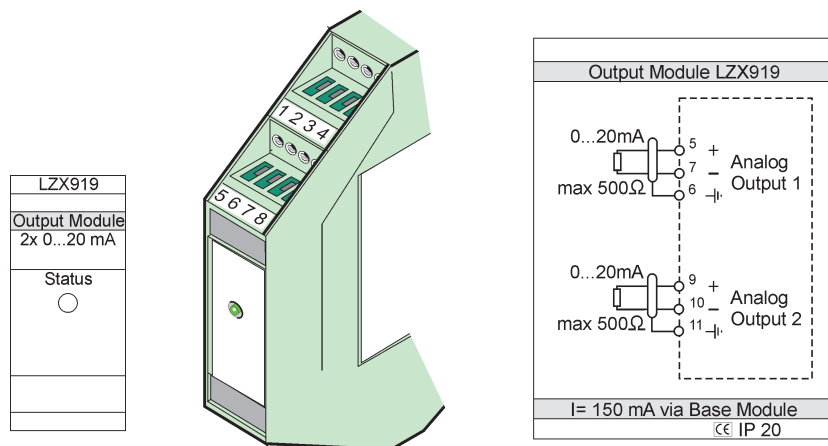

図 78 外部出力モジュール
3. 図 78 と表 51 に示すとおり、適切に接続します。